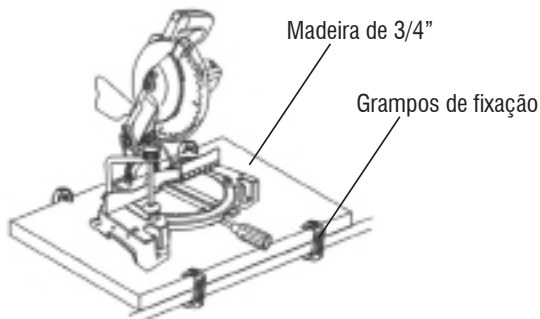

Fig. 20 – Fixação da máquina
- Para um uso portátil prenda a máquina em uma madeira de 3/4" e fixe-a através de grampos em uma mesa de trabalho, Fig. 20.